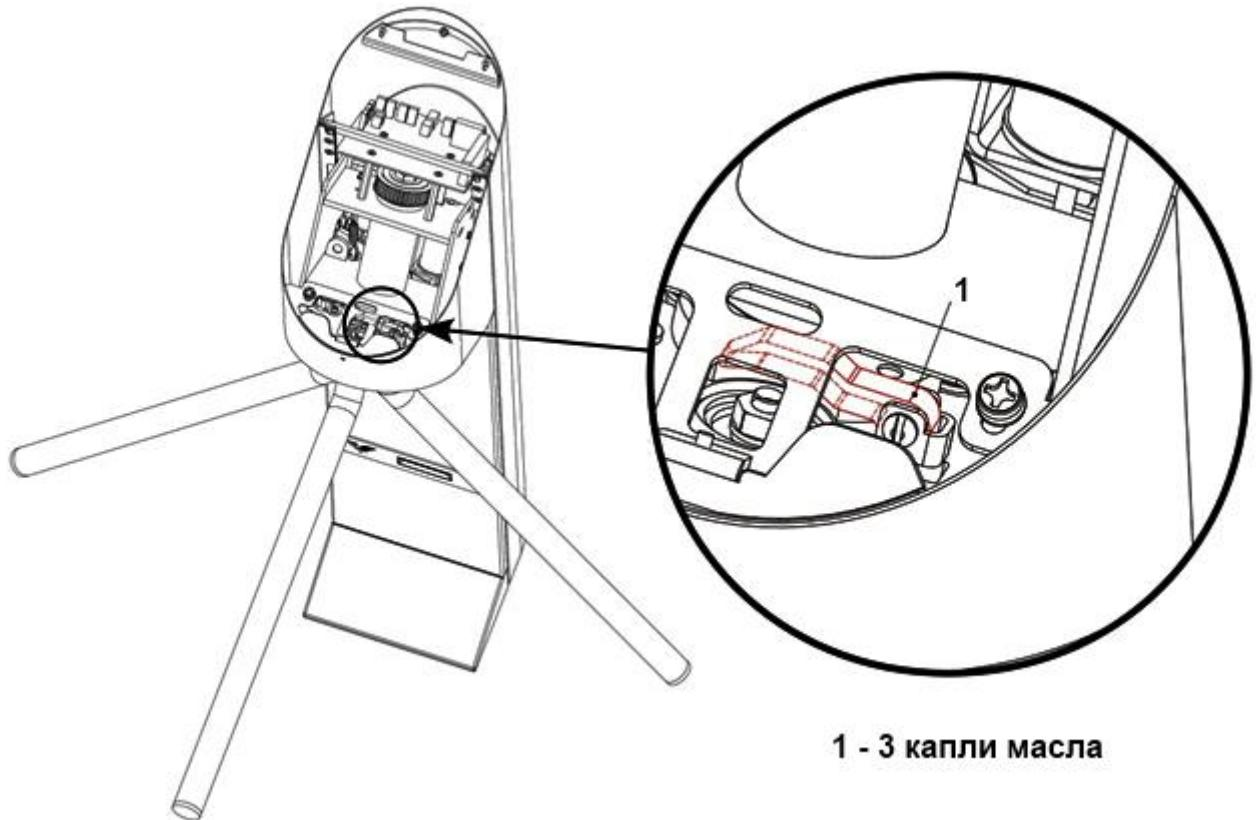

Рисунок 23 – Ось вращения кулачка разблокировки планок (центральная стойка турнкета)
3.7.4 Рисунок 23 – смазать ось вращения кулачка разблокировки планок.